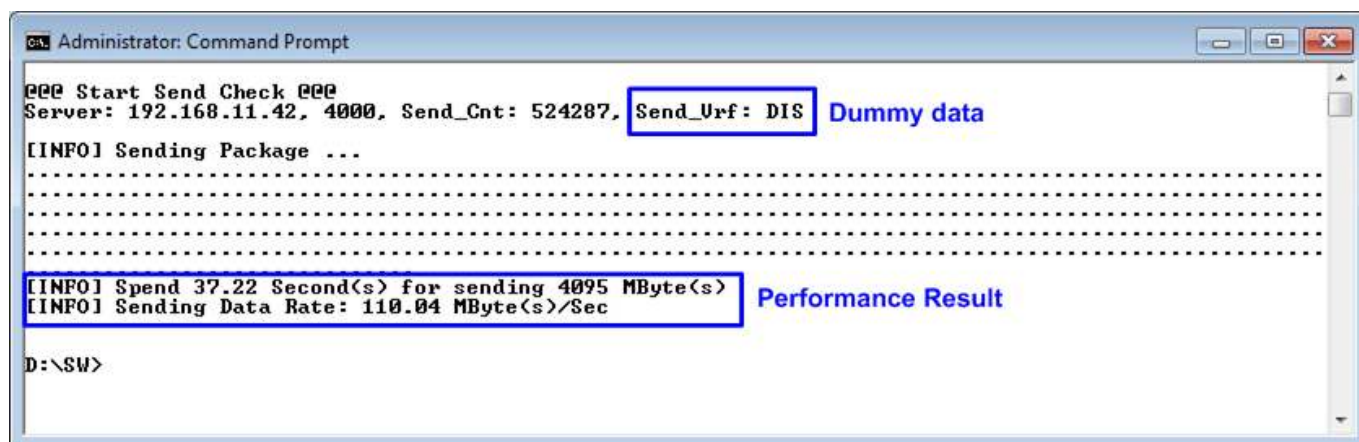

図 4-13: ベリファイなしでの“send\_udp\_client”実行結果例
- パケット転送中テスト・アプリケーションは“...”を表示し続けます。全データ転送後パフォーマンス結果が図 4-13 のように表示されます。